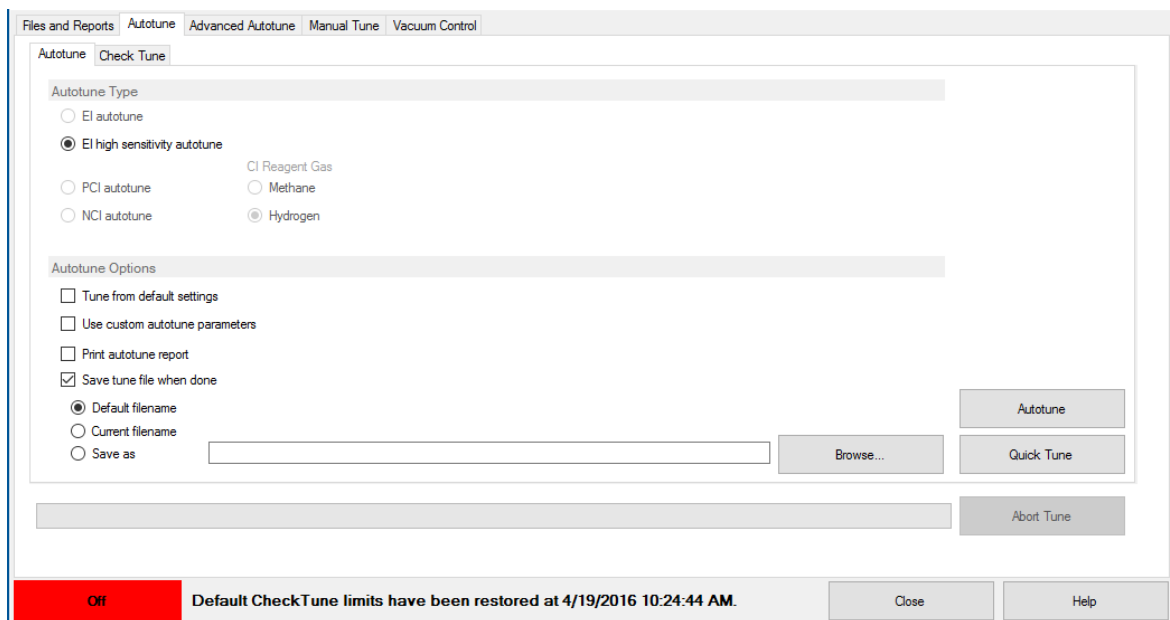

Figura 31 Configuración de la sintonización automática en un sistema en modo CI
- 5 Haga clic en la pestaña **Autotune** y seleccione la opción **EI high sensitivity autotune** para la fuente EI HES o XTR en cuestión. (Consulte la Figura 31 en la página 107.)